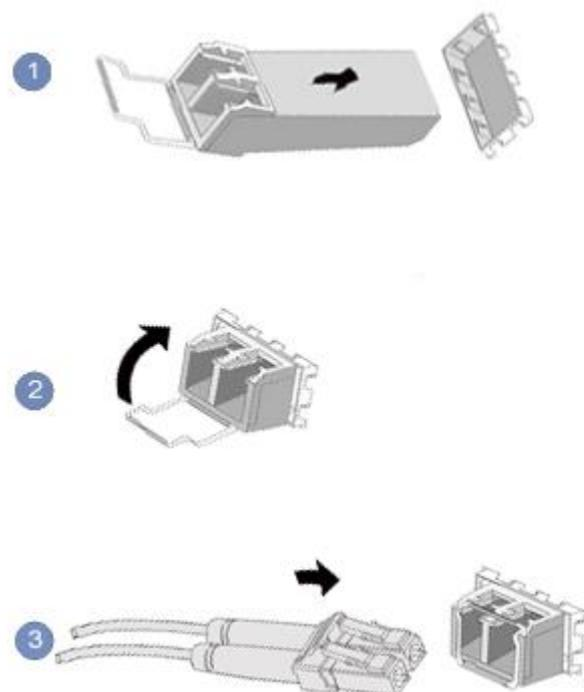

图 4-16 连接光纤
- a) 如图 4-16 中①所示，将光模块对准插入光模块接口。
- b) 如图 4-16 中②所示，合上光模块卡扣，使光模块插接紧密。
- c) 如图 4-16 中③所示，将光纤对准插入光模块。